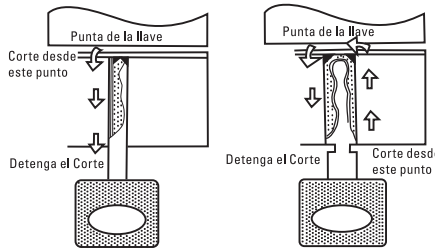

Figura 12
9. Encienda el motor, mueva lentamente el plato deslizante para hacer el corte (Figura 12). Si el plato deslizante se mueve en dirección a las manecillas del reloj, el cortador podría dañarse.